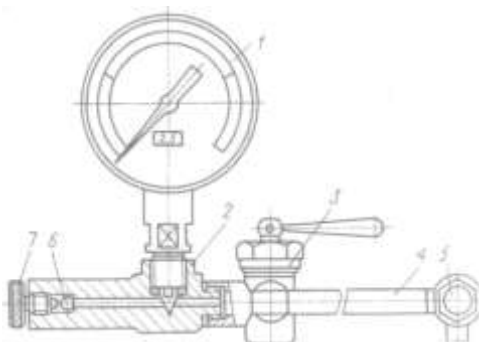

Рис.19 КИ-4801
3. Изучите устройство приборов и принцип действия прибора КИ-4801 (рис. 19), КИ-13943 предназначено для проверки давления в системе топливоподдачи низкого давления в дизельных двигателях.
3. Изучить устройство приборов и принцип действия прибора КИ-4801 (рис. 19), КИ-13943 предназначенных для проверки давления в системе топливоподдачи низкого давления в дизельных двигателях.